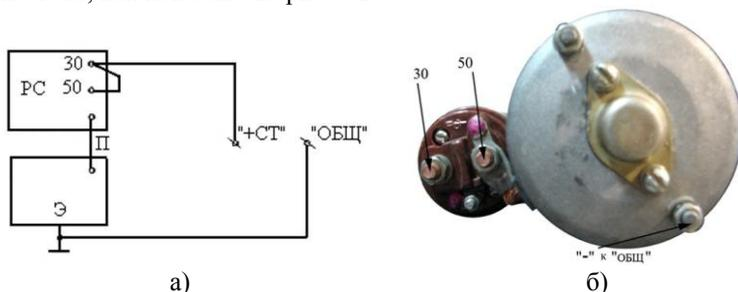

Рис. 4.2. Схема подключения стартера к стенду СКИФ-1-01.
Для проверки стартера его подключают по схеме, приведенной на рис. 4.2, а. На рис. 4.2, б показаны контакты стартера.
2. Подключите его к стенду с помощью клемм и проводов, лежащих на рабочем столе, как показано на рис. 4.2